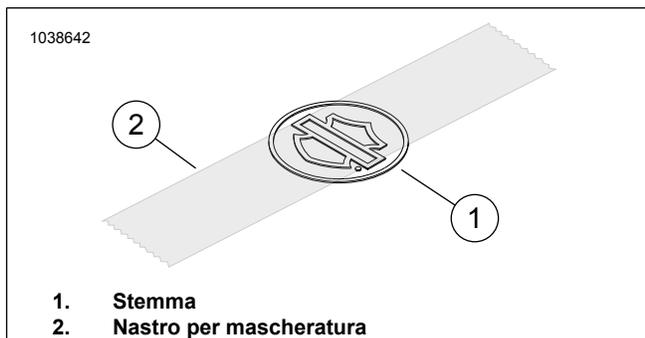

Figura 2. Applicazione del nastro allo stemma
2. Figura 2 Posizionare un pezzo di nastro adesivo da tre pollici (2) centrato sopra la barra e lo scudo dello stemma (1).
4. Figura 2 Installare lo stemma sulla staffa.